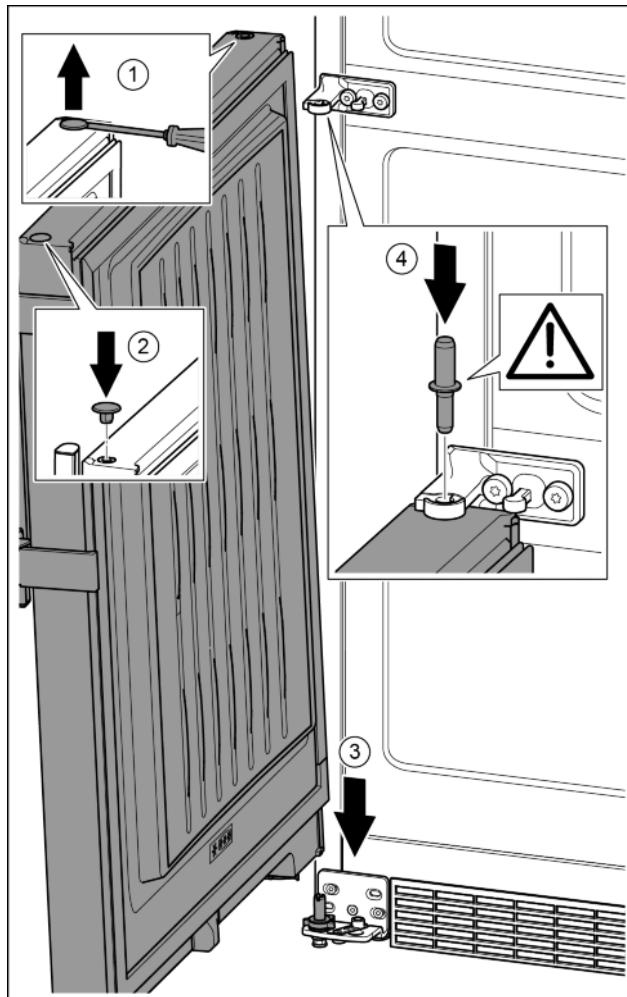

Fig. 22
- ▶ Осторожно приподнять шлицевой отверткой заглушку и вынуть ее. *Fig. 22 (1)*
- ▶ Заглушку снова вставить с другой стороны. *Fig. 22 (2)*
- ▶ Установить дверь сверху на нижний опорный палец. *Fig. 22 (3)*
- ▶ Вставить средний опорный палец через средний опорный кронштейн в нижнюю дверь. При этом следить за тем, чтобы выступ фиксатора был направлен назад. *Fig. 22 (4)*